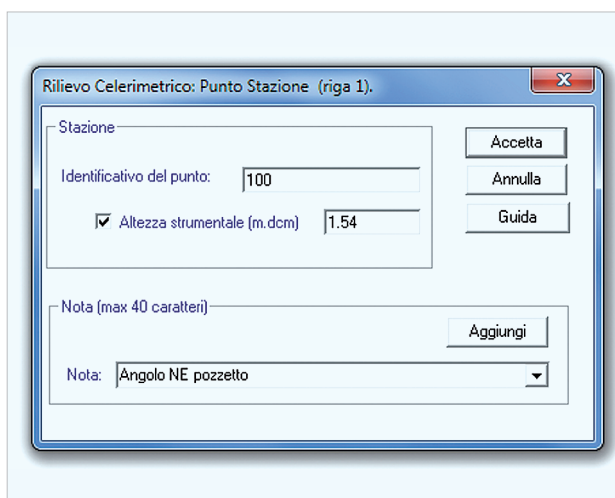

FIGURA 6
- Divisa in **4** campi (► FIGURA 6) si riferisce alle stazioni del rilievo celerimetrico **plano-altimetrico** inserendo, in successione nei vari campi, il **numero** identificativo, l'**altezza strumentale** e la **materializzazione** del punto.